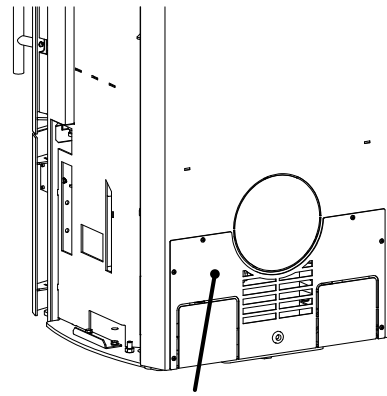

Fig. 1 Verkleidung für Wasseranschlüsse
- Die Verkleidung für Wasseranschlüsse unten an der Rückwand abschrauben (Fig. 1).